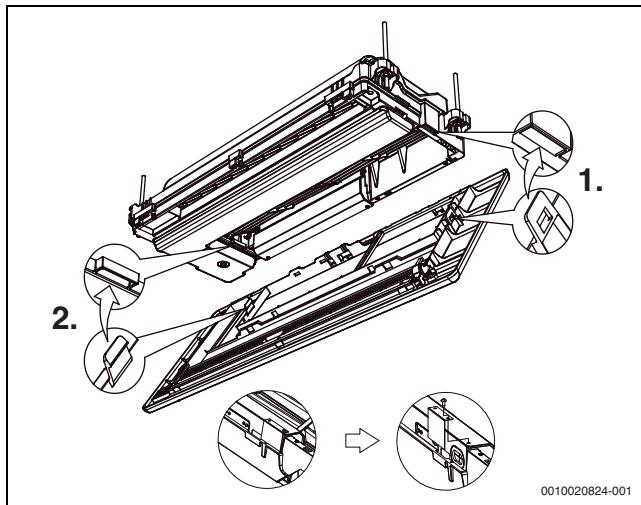

Рис. 18
- На вспомогательной панели расположены две защелки, с помощью которых производится ее установка. Метод застегивания этих защелок показан на рис. 18.